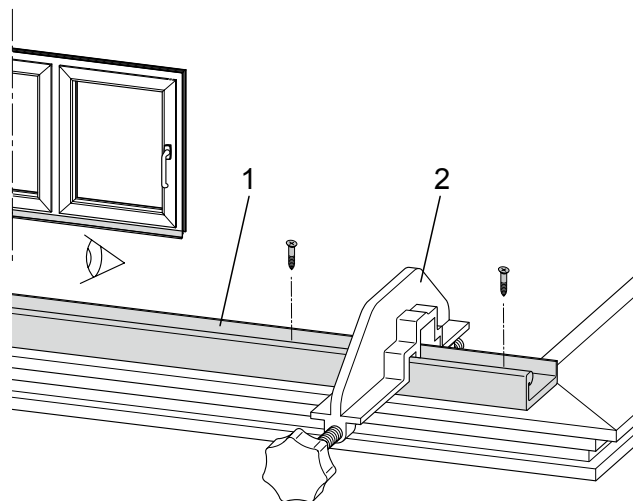

Рисунок 4: Шаблон для монтажа нижней направляющей на раму
1. Спозиционировать направляющую (1) - смотри рисунок 4/5.
Смотри рисунок 4: